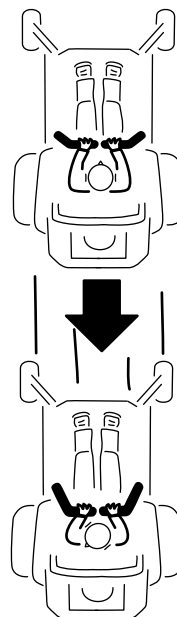

Figura 27
2. Pentru a vă deplasa cu spatele, trageți ușor manetele de control al micării spre spate (Figura 27).